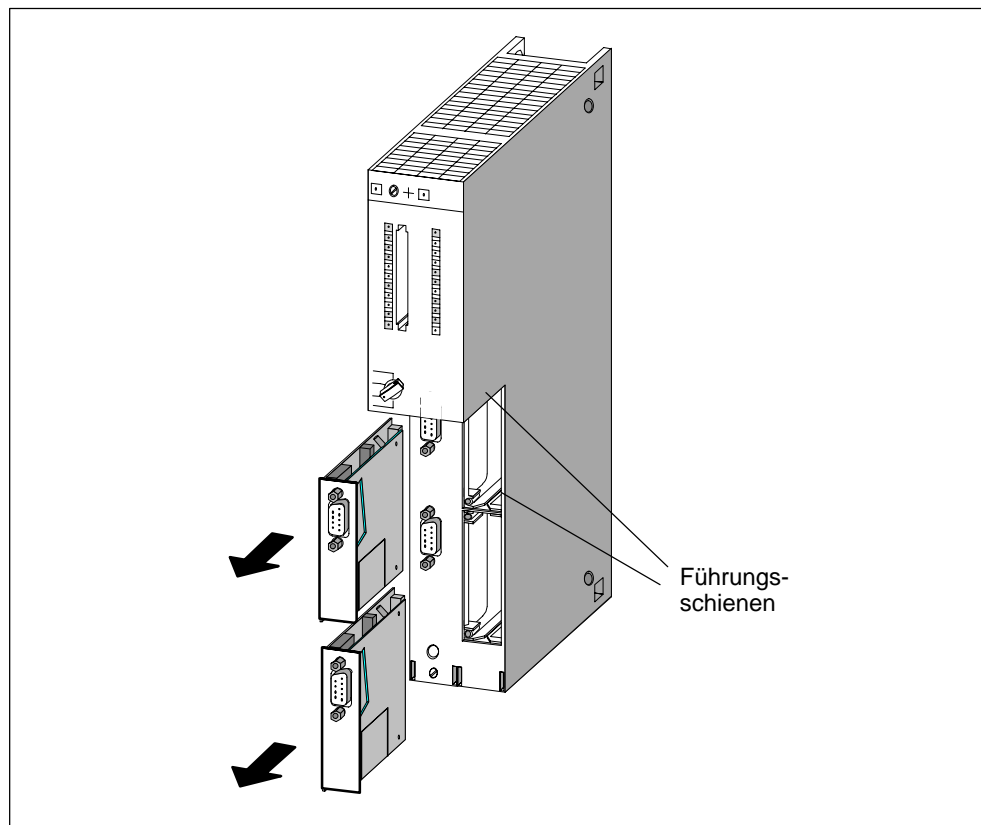

Bild 7-3 Schnittstellenmodule aus CPU ausbauen
5. Ziehen Sie das Schnittstellenmodul vorsichtig aus der Führungsschiene des Modulschachts (siehe Bild 7-3). Halten Sie dabei das Schnittstellenmodul an den Längsseiten der Frontplatte fest.